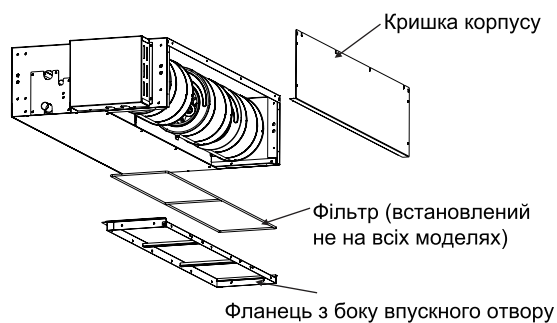

Рис. 3.1.4
- (2) Поверніть на місце зняту кришку корпусу (див. рис. 3.1.4), а потім встановіть знятий фланець з боку впускного отвору, як це показано на рис. 3.1.4.